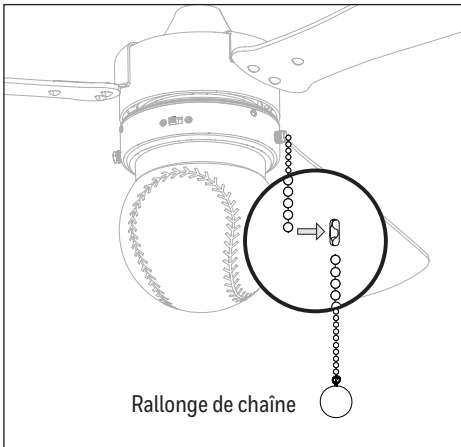

Figure 5.10
- Fixez les rallonges de chaîne aux chaînes. **Remarque :** Lorsqu'on se tient devant l'interrupteur d'inversion du luminaire la chaîne du ventilateur se trouve à droite et la chaîne de l'éclairage se trouve à gauche (Figure 5.10).